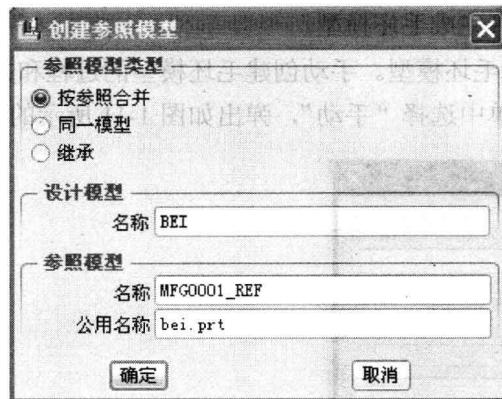

图 1-7 “创建参照模型”对话框
(4) 在“元件放置”对话框的“约束”区域中选择合适的装配类型（包括配对、对齐等）对参考零件进行定位。定位完毕，单击“确定”按钮，弹出“创建参照模型”对话框，如图 1-7 所示。